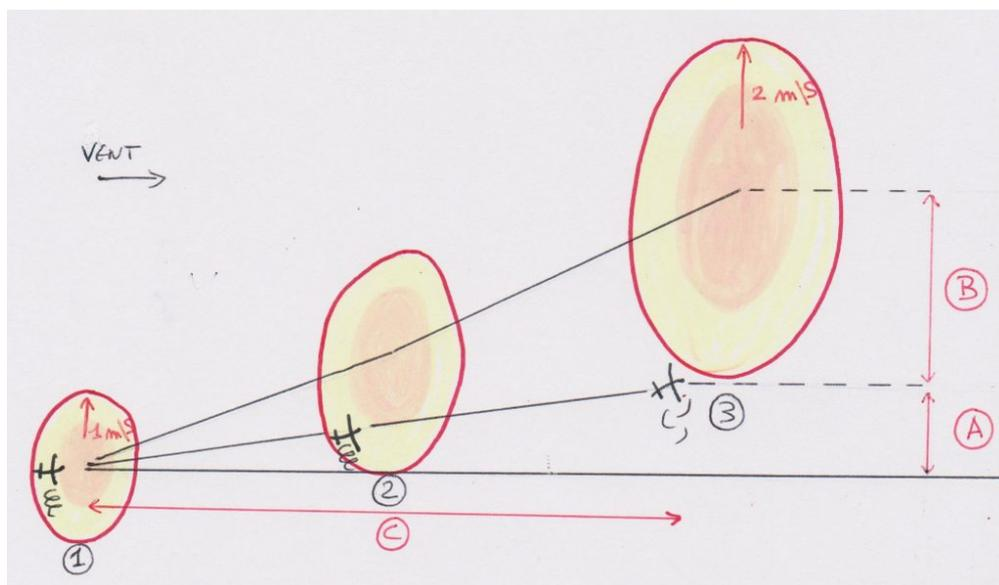

fig.4
- **Une bulle mal centrée** (fig 4) n'attend pas le planeur qui monte alors trop lentement, elle s'échappe.